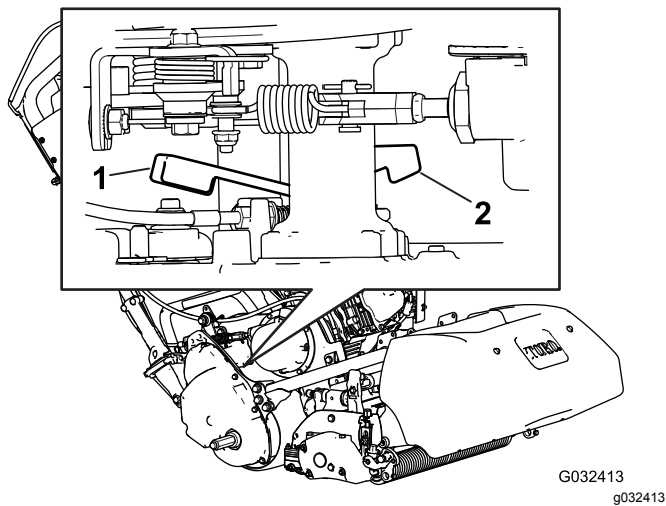

Bild 32
1. Rechts hinten an der Maschine neben der Antriebsgehäusetrommel befindet sich der Hebel zum Ein-/Auskuppeln des Fahrtriebs (Bild 32).